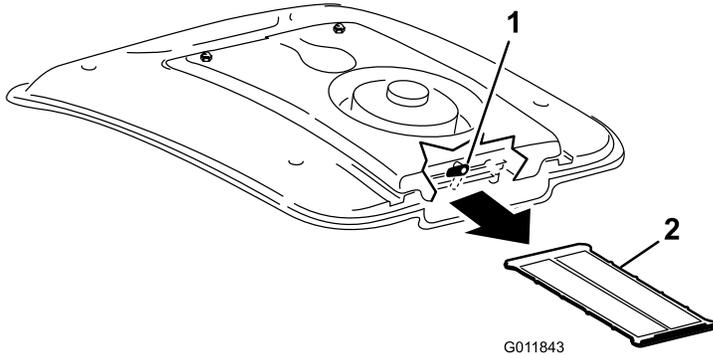

Bild 74
2. Drehen Sie den Riegel hinten an der Lüfterbefestigung zur Seite (Bild 74).
3. Schieben Sie das Klimaaanlagengitter unter der Klimaaanlagenspule heraus (Bild 74).
4. Reinigen Sie das Gitter gründlich mit Druckluft (Bild 74).